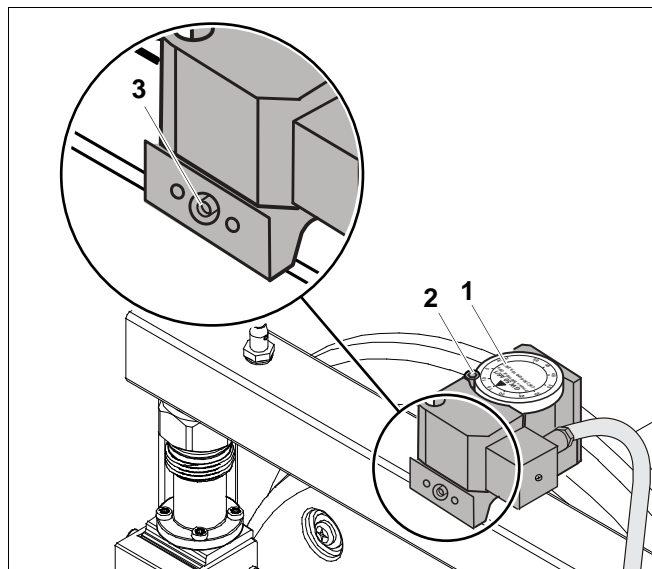

Рис. 22 Проверка реле контроля давления газа
- Отверните винт измерительного ниппеля (рис. 22, поз. 3) на 0,5–1 оборота.
- Подключите манометр к измерительному ниппелю (рис. 22, поз. 3).
- После завершения работ на газовой арматуре проверьте утечку газа через измерительный ниппель (рис. 22, поз. 3).